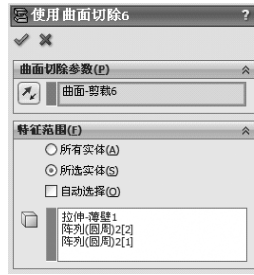

图 14-64 使用曲面切除特征
15) 单击【插入】|【切除】|【使用曲面】菜单命令，在【属性管理器】中弹出【使用曲面切除】属性设置。在【曲面切除参数】选项组中，选择曲面-剪裁 6，在【特征范围】中勾选【所选实体】，选择 3 个实体特征，如图 14-64 所示，单击【确定】按钮，生成使用曲面切除特征。